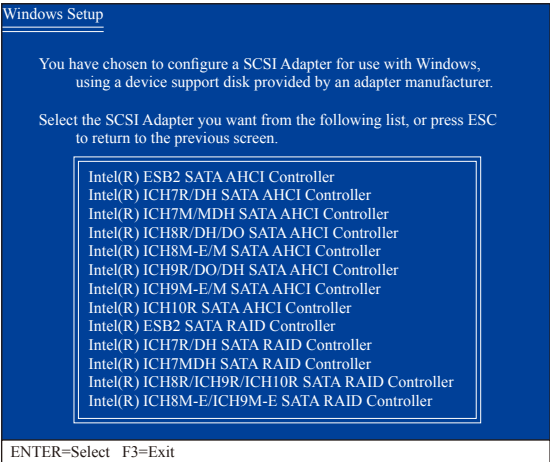

图3
若您在BIOS的「SATA RAID/AHCI Mode」选项下设置为RAID模式时，请利用键盘上的上下键选择「Intel(R) ICH8R/ICH9R/ICH10R SATA RAID Controller」。(若设为AHCI模式，请选择「Intel(R) ICH10R SATA AHCI Controller」。)接着请按<Enter>键(如图3)，系统会从软盘中下载SATA驱动程序。